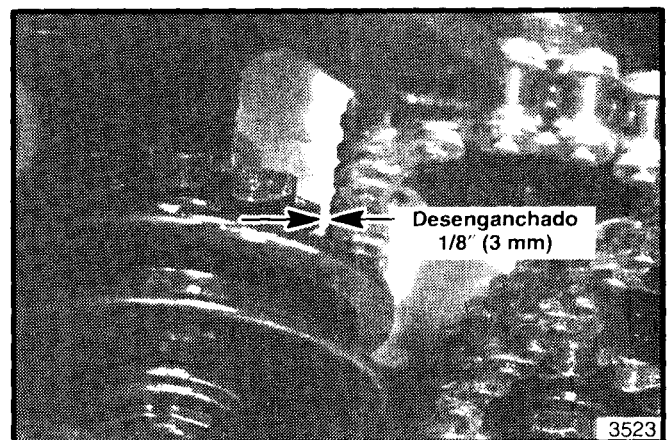

Figura 31. Distancia del Piñón de la Polea
4. Para asegurarse que el piñón de la polea desenganche completamente la cadena, suba el enrollador y revise que exista una distancia de aproximadamente 1/8" (3 mm) entre el piñón y la cadena (vea la figura 31).